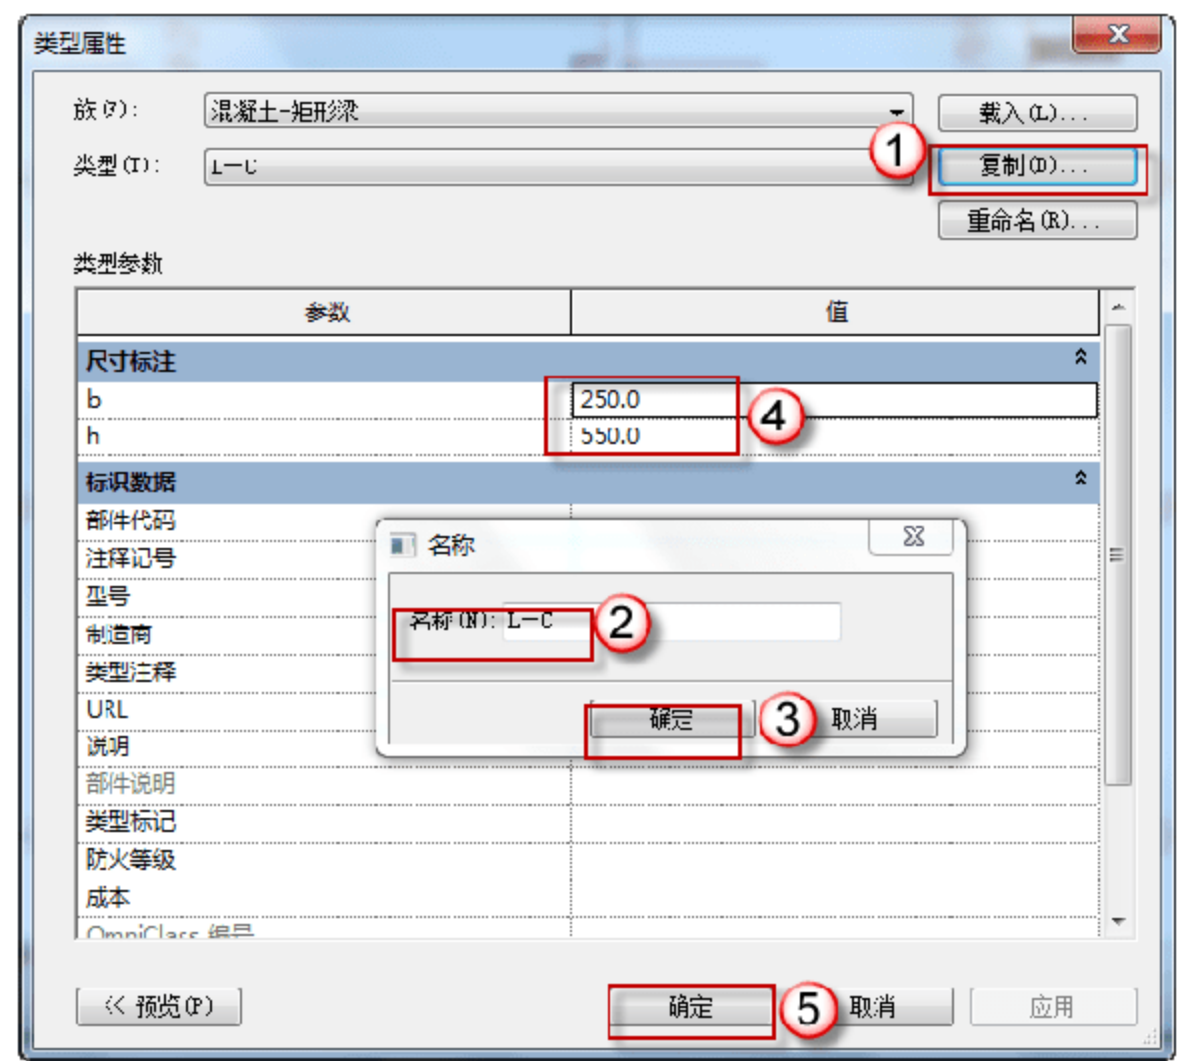

图 3.1.76 编辑信息 L-C
(22) 设置 L-C。选择“结构”→“梁”→“编辑类型”命令，在弹出的“类型属性”对话框中，单击“复制”按钮，在弹出的对话框中输入 L-C，单击“确定”按钮。在“尺寸标注”栏中输入 b、h 的尺寸，单击“确定”按钮，如图 3.1.76 所示。